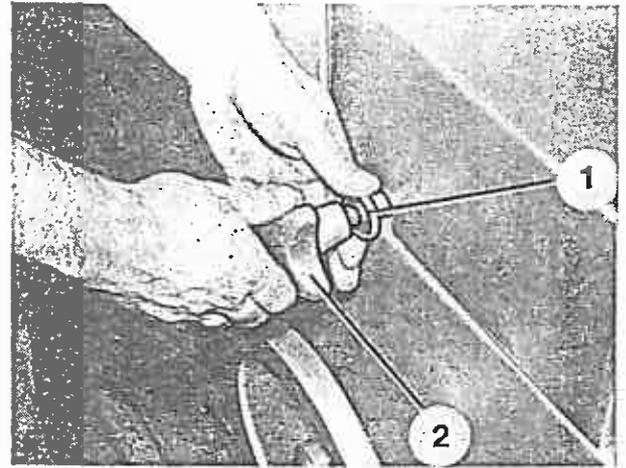

Bild 128
8. Kontermutter (Bild 128/1) lösen und Sterngriff (Bild 128/2) zur Verstellung der Zellenbodenweiche so lange entsprechend verdrehen, —